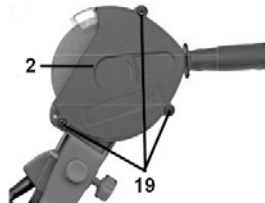

Рисунок 10
Для заміни абразивного диска необхідно зняти захисний кожух диска (2), викрутивши гвинти (19) (див. рис. 10).